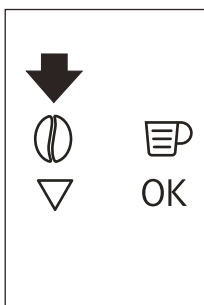

Fig. 15
- Depois de utilizar a máquina com café pré-moído, para voltar a preparar o café utilizando grãos, desative a função de café pré-moído premindo o ícone ☉ (B4) (Fig. 15).